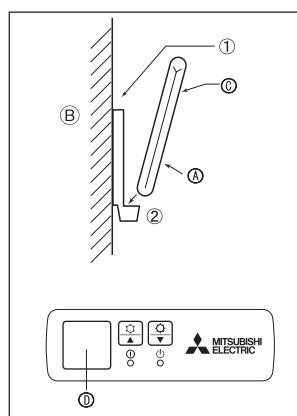

Fig. 6-5
2) Método de instalación (Fig. 6-5)
- ① Fije el soporte del mando a distancia en el lugar deseado atornillándolo con tacos.
- ② Inserte la parte inferior del mando en el soporte.